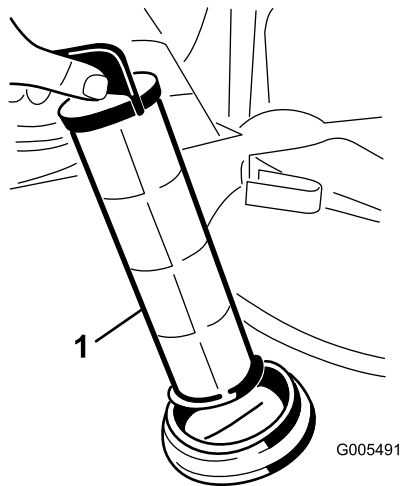

Figura 56
4. Retire el filtro de aspiración del orificio (Figura 56).